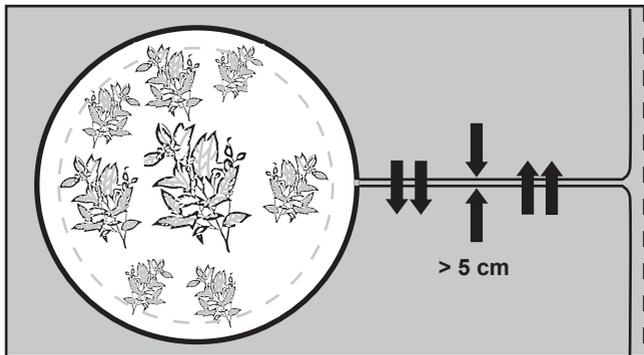

Fig. 4
2. Maintenir une distance inférieure à 5 mm entre les deux câbles parallèles sans les croiser, et placer un obstacle, comme un gros rocher ou un poteau, à proximité de la position A comme indiqué sur l'illustration (Fig. 4). S'assurer que l'obstacle est entouré d'une surface plane de 1 m x 1 m, sans pente, pour permettre à la machine de quitter en douceur l'espace circulaire.